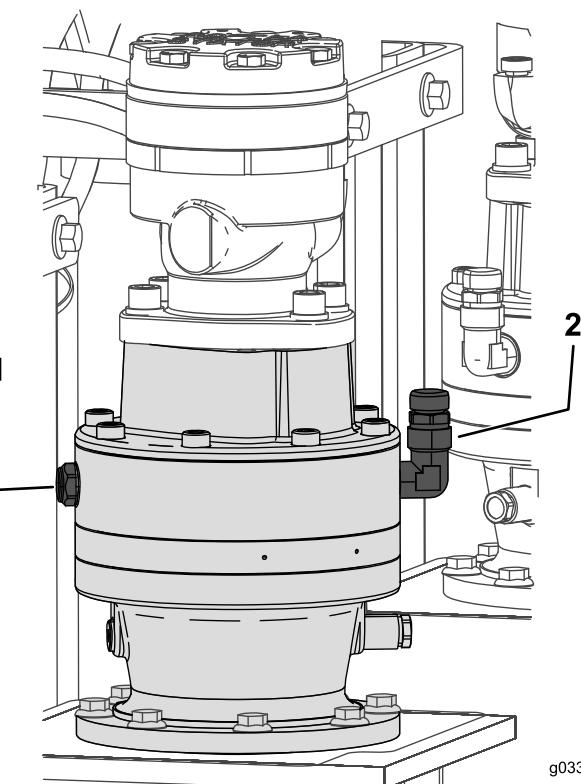

Figura 132
1. Compruebe el nivel de aceite de la mirilla en cada transmisión planetaria de la estaca inferior (Figura 132).
2. Retire el tapón del respiradero y coloque aceite en la transmisión planetaria hasta que el nivel del aceite en la mirilla esté al menos lleno hasta la mitad (Figura 132).